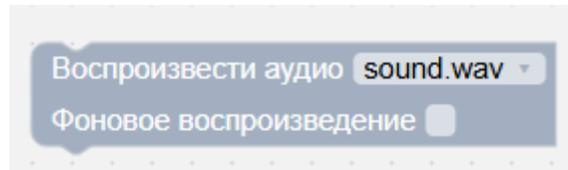

Рисунок 61 – Блок «Звуки»
11. «Звуки» – воспроизведение аудио с возможностью фонового режима (см. Рисунок 61). Предустановлено 4 звуковых файла. Дополнительно можно загрузить файл в формате .wav - нажмите кнопку «Загрузить аудиофайл» и он появится для выбора в блоке.